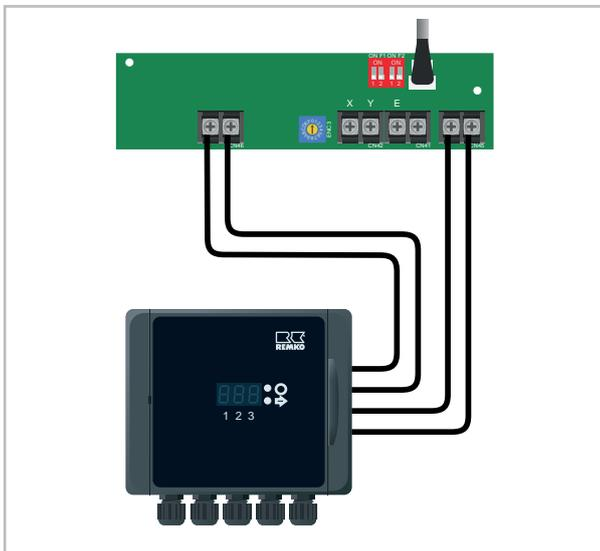

Abb. 39: Anschluss KFB-R
5. Klemmen Sie die verlegten Verbindungskabel an den entsprechenden Schraubklemmen auf der Multifunktionsplatine (siehe Abb. 39) an.